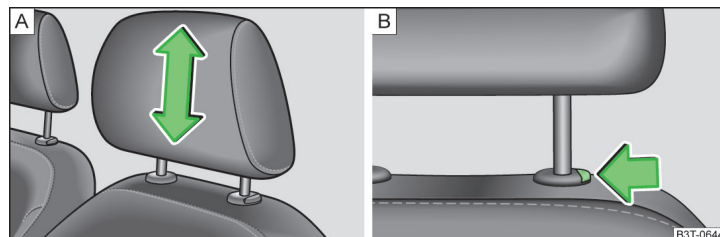

Abb. 68 Kopfstützen: einstellen / ausbauen
➤ Die Kopfstütze seitlich mit beiden Händen anfassen und diese je nach Wunsch nach oben schieben » Abb. 68 - **A**.
- › Möchte man die Kopfstütze nach unten verschieben, dann die Sicherungstaste » Abb. 68 - [B] mit einer Hand drücken und gedrückt halten, und mit der anderen Hand die Kopfstütze nach unten drücken.
- › Die Sicherungstaste in Pfeilrichtung drücken » Abb. 68 - [B] und die Kopfstütze herausziehen.